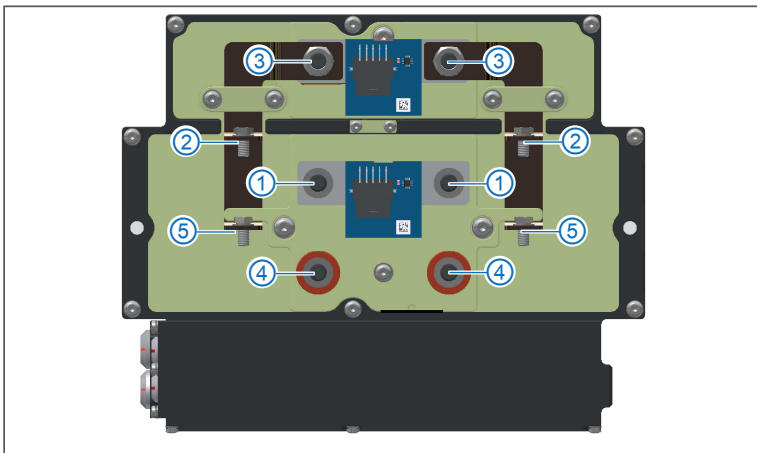

Abb. 5-4: HV BM 1.2+S, Anschlüsse für die HV-Leitungen
Abb. 5-4 zeigt die Anschlussstellen für die Montage der Innenleiter der Leitungen HV- ① und HV+ ④ und der Abschirmungen der Leitungen HV- ② und HV+ ⑤.
- ▶ Die Innenleiter der Leitungen HV- werden an die Gewindebolzen ① angeschlossen, auf denen das Shunt-Modul für die Messung des Innenleiterstroms vormontiert ist.
- ▶ Der Shunt für die Schirmstrommessung ist auf den Gewindebolzen ③ vormontiert. Die Abschirmungen der Leitungen HV- werden mit ihren Ringkabelschuhen mit M5-Schrauben und -Muttern an die Stromschielen ② angeschlossen, die zum Shunt führen.
- ▶ Die Innenleiter der Leitungen HV+ werden an die Gewindebolzen ④ angeschlossen.
- ▶ Die Abschirmungen der Leitungen HV- werden mit ihren Ringkabelschuhen mit M5-Schrauben und -Muttern an die Stromschielen ⑤ angeschlossen.
- ▶ Für die Montage der Ringkabelschuhe der Abschirmungen HV- und HV+ sind an den Stromschielen ② und ⑤ M5-Schrauben/-Muttern mit jeweils einer Zahn- und einer Unterlegscheibe vormontiert.